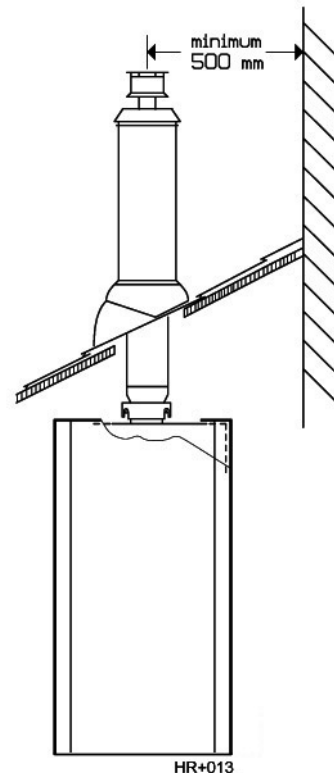

Fig. 19
- De minimumafstand tot loodrechte wanden op het dak bedraagt 500 mm, bij brandbare wanden minstens 1500 mm. (zie. fig. 19)
- Prévoir une distance minimale de 500 mm par rapport aux murs verticaux sur le toit, et une distance de 1500 mm par rapport aux parois inflammables. (voir fig. 19)